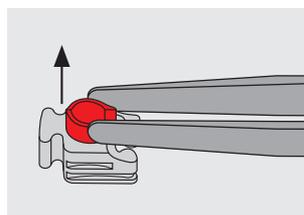

Fig. 1
- Observaciones:** La parte hembra Mini-SG® Tuning se suministra con la vaina amarilla (= de menor fricción). Las otras tres vainas están adjuntadas. ¡La sustitución de las vainas de fricción únicamente es posible con unas pinzas (Fig.1 / Ref. 070347)!
Observaciones: La parte hembra Mini-SG® Tuning se suministra con la vaina amarilla (= de menor fricción). Las otras tres vainas están adjuntadas. ¡La sustitución de las vainas de fricción únicamente es posible con unas pinzas (Fig.1)!